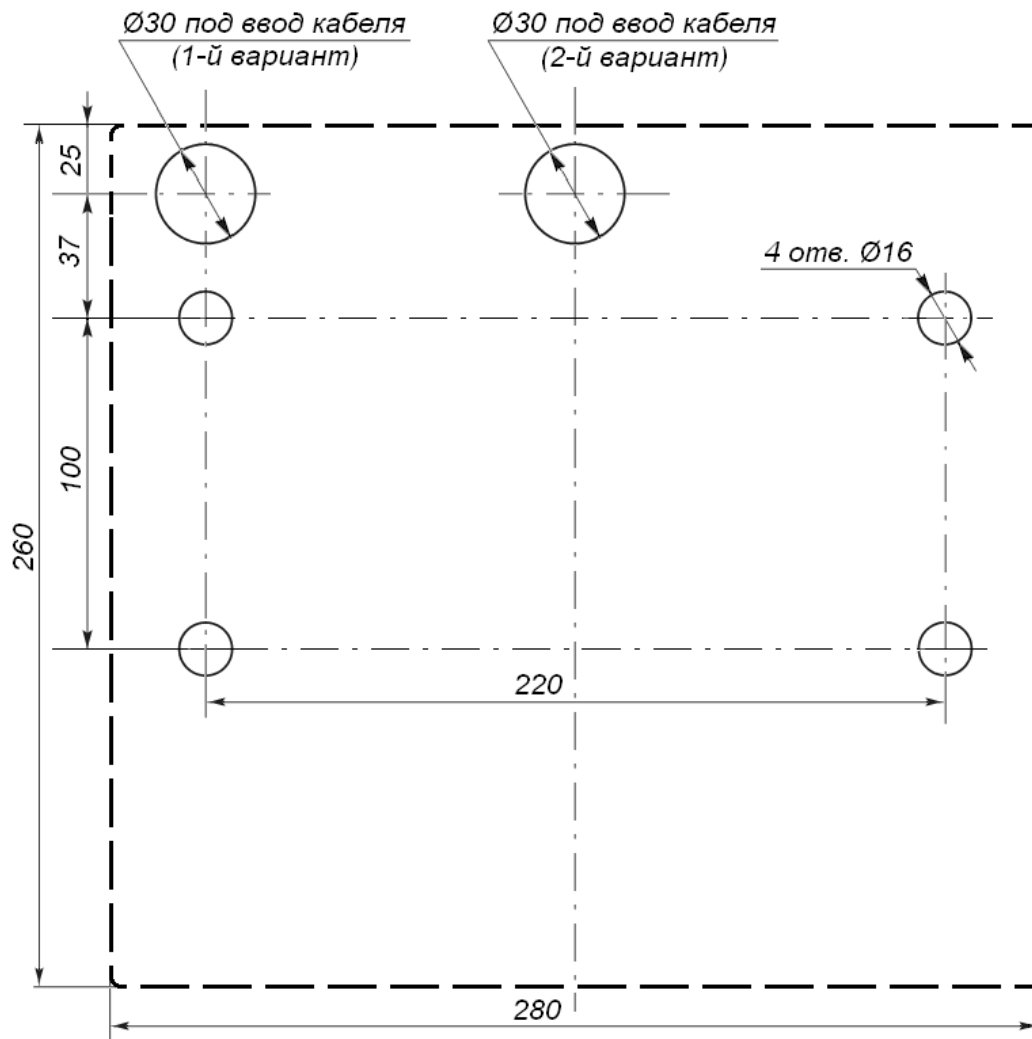

Рисунок 11. Разметка отверстий для крепления турникета и ввода кабелей¹
- Подготовьте в полу отверстия под гильзы анкеров (12) для крепления стойки турникета (см. рис. 11) и кабельные каналы согласно планировке проходной. При необходимости прокладки кабелей под поверхностью пола подготовьте в полу кабельный канал, подходящий к отверстиям для ввода этих кабелей в стойку турникета (вариант 1 или 2 на рис. 11).